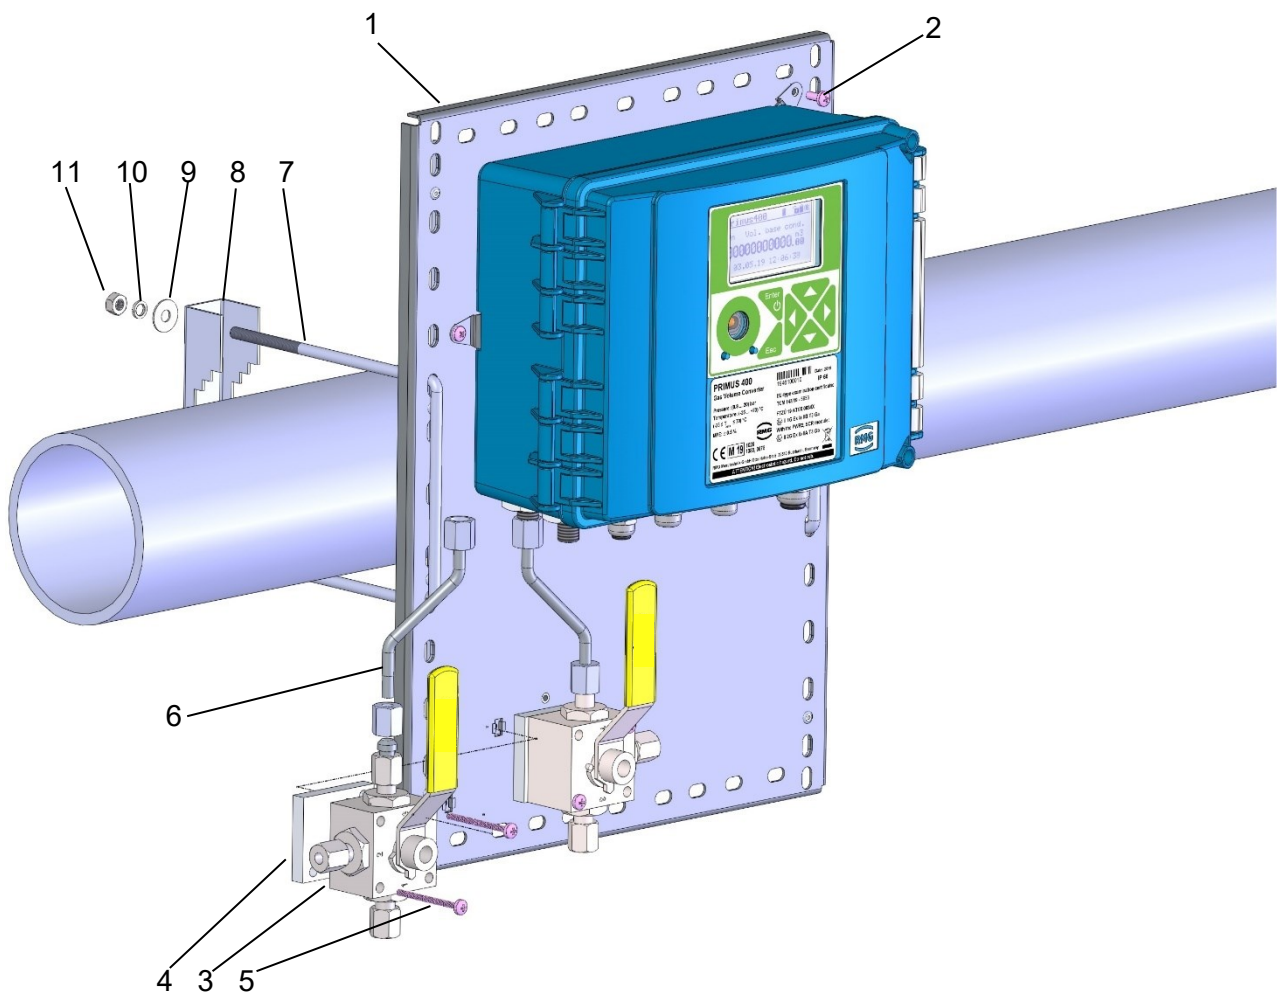

Abb. 6: Montage des Gerätes an einer Gasleitung
Klemmstücke (7) (siehe Abb. 6) mit Abständen gemäß den Leitungsdurchmessern werden durch die Öffnungen in der Befestigungsplatte (1) eingesetzt und über die Gasleitung geführt. Befestigungselemente (8) werden mit M6-Muttern (11) und Unterlegscheiben (9) und (10) an den freien Enden der Klemmstücke angebracht, um die Befestigungsplatte in der vorgesehenen Position an der Gasleitung zu fixieren. Die Befestigungsplatte kann für die Befestigung an einer Gasleitung mit folgenden Durchmessern verwendet werden:
Das über den 3-Wege-Hahn angeschlossene Registriergerät ist in Abb. 6 dargestellt. Die Druckleitung 6x1  mit vorgepresstem Schneidring an beiden Seiten wird zunächst sorgfältig in den Druckeinlass des Gerätes geführt und mit einer Mutter M12x1,5 ERMETO gesichert. Das andere Ende der Leitung wird am Betriebsauslass des 3-Wege-Hahns, der auf der Befestigungsplatte montiert ist, angebracht, und die Mutter wird vorsichtig angezogen. Schließlich werden die Muttern auf beiden Seiten der angeschlossenen Druckleitung festgezogen. Beim Festziehen keine übermäßige Kraft auf den Schlüssel anwenden. Andernfalls wird das Gewinde beschädigt.